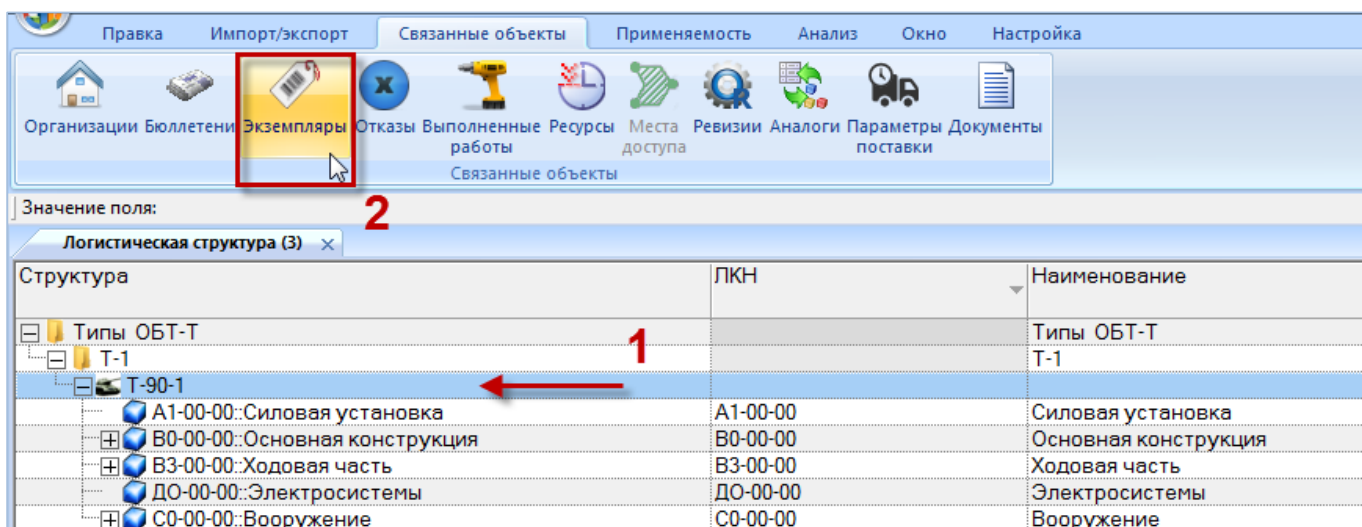

Рис. 20-33 – Нажать кнопку «Экземпляры» панели «Связанные объекты»
- 2) Выбрать изделие и нажать кнопку «Экземпляры» панели «Связанные объекты» (рис. 20-33).